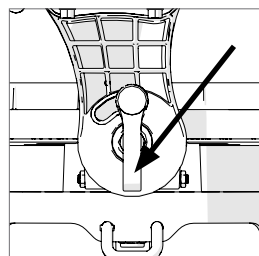

Fig. 33
- Desserrez le levier de blocage de l'inclinaison (**Fig. 33**).